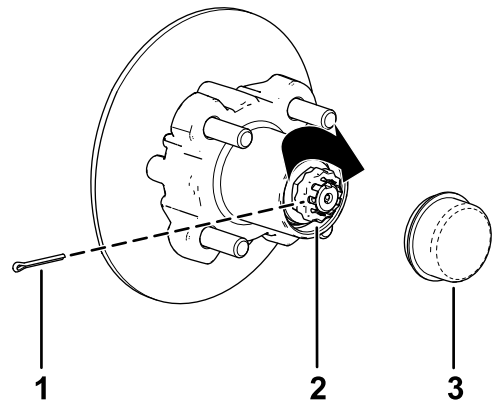

Figure 37
8. Placez le frein d'écrou sur l'écrou et vérifiez que la fente du frein d'écrou et le trou dans la fusée sont alignés et permettent d'insérer la goupille fendue (Figure 37).
9. Insérez la goupille fendue et repliez chaque jambe autour du frein d'écrou (Figure 37).
10. Reposez le couvre-moyeu sur le moyeu (Figure 37).